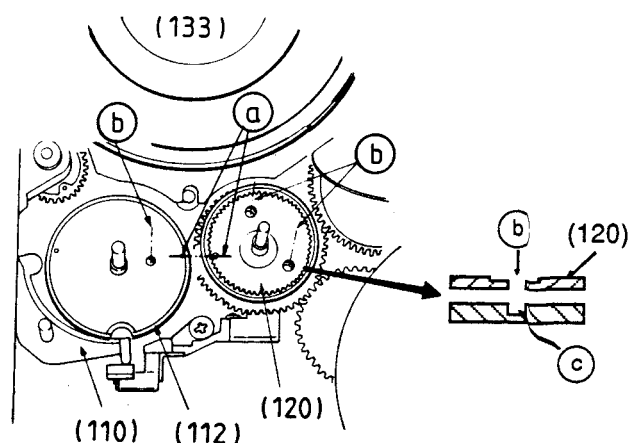
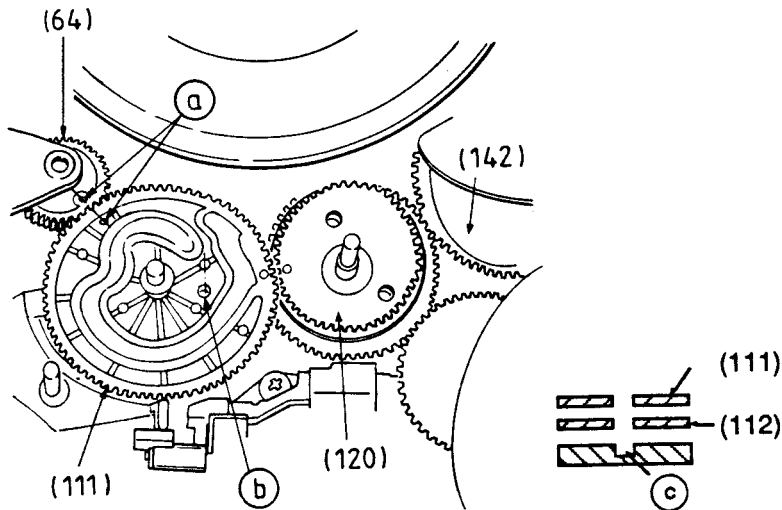

Fig. 48
Fig. 49
9.1 Kurvenrad (112), Ringrad (120), Sperrhebel (110)
- Ringrad (120) so einbauen, daß die Markierungslöcher (b) im Ringrad mit den Markierungslöchern (c) im Laufwerkchassis übereinstimmen (Fig. 48).
- Kurvenrad (112) so einbauen, daß das Markierungsloch (b) mit dem Markierungsloch (c) im Laufwerk übereinstimmt und das Markierungsloch (a) dem Markierungsloch (a) des Ringrades (120) gegenübersteht.
- Sperrhebel (110) einsetzen.
9.1 Sub Cam Gear (112), Ring Gear (120), Locking Lever (110)
- Fit the ring gear (120) so that the marked holes (b) in the Ring Gear lines up with the marked holes (c) in the mechanical chassis (Fig. 48).
- Fit the Sub Cam Gear (112) so that the marked hole (b) lines up with the marked hole (c) in the mechanics and that the marked hole (a) faces towards the marked hole (a) on the Ring Gear (120).
- Fit the Locking Lever (110).
9.1 Ruota a camme (112), ruota ad anello (120), leva di bloccaggio (110)
- Inserire la ruota (120) con i fori (b) che coincidano con quelli (c) del telaio (fig. 48).
- Inserire la ruota (112) in modo che il foro (b) coincida con quello (c) della meccanica ed il foro (a) sia alla stessa altezza di quello (a) ruota ad anello (120).
- Applicare la leva di bloccaggio (110).
9.2 Kurvenrad (111), Untersetzungs- rad (64)
- Untersetzungs Zahnrad (64) von der Oberseite des Laufwerks einsetzen (Fig. 49).
- Kurvenrad (111) so auf das Kurvenrad (112) stecken, daß sich die Markierungslöcher (a) des Kurvenrades (111) und des Untersetzungs Zahnrads (64) gegenüberstehen. Gleichzeitig müssen die Markierungslöcher (b) der Kurvenräder (111) und (112) genau übereinander liegen (Fig. 48 / 49).
9.2 Cam Gear (111), Reduction Toothed Gear (64)
- Fit the Reduction Toothed Gear (64) from the top of the mechanics (Fig. 49)
- Fit the Cam Gear (111) onto the Sub Cam Gear (112) so that the marked holes (a) on the Cam Gear (111) and the Reduction Gear (64) are aligned towards each other. In this position the marked holes (b) on the Cam Gears (111) and (112) must lie accurately over each other (Fig. 48 / 49).
9.2 Ruota a camme (111), ruota dentata (64)
- Inserire la ruota dentata (64) dalla parte superiore della meccanica (fig. 49).
- Incastrare la ruota (111) in quella (112) in modo che i fori (a) delle ruote (111) e (64) risultino coincidenti. Contemporaneamente i fori (b) delle ruote (111) e (112) devono trovarsi sovrapposti (fig. 48 / 49).